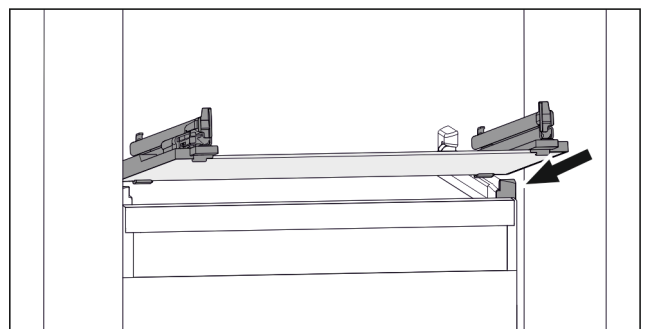

Fig. 98 Beispielhafte Darstellung der Glasplatte
- ▶ Glasplatte schräg hinter den Stopperr aufsetzen. (siehe Fig. 98)